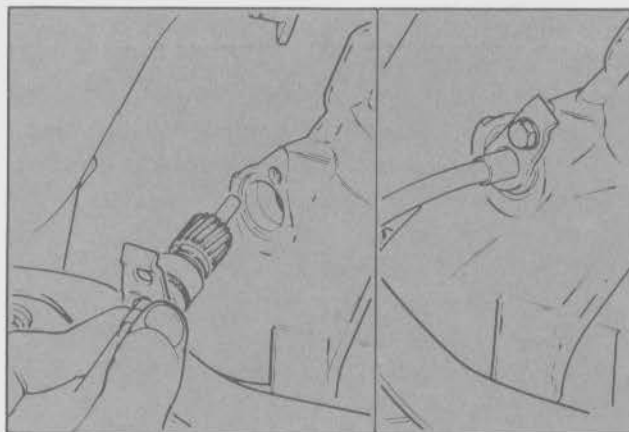

Fig. 130 - Montaje del cable del velocímetro
- Retirar el tornillo de sujeción del soporte y extraer el cable de accionamiento del velocímetro de su alojamiento (Fig. 130).